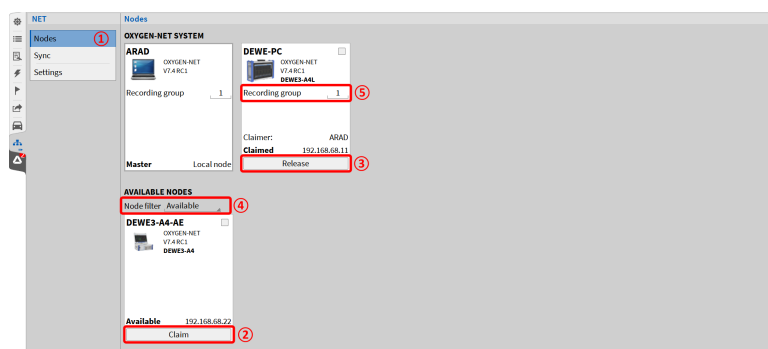

Abb. 15.9: OXYGEN-NET Menü – Knoten
Das Menü *Knoten* (siehe ① in Abb. 15.9) bietet einen Überblick über alle Messgeräte, die mit demselben Ethernet-Netzwerk verbunden sind. Der Abschnitt *Verfügbare Knoten* zeigt alle verfügbaren Geräte an, während der Abschnitt *OXYGEN-NET System* alle mit dieser Master-Unit verbundenen Slave-Units anzeigt.
Um ein OXYGEN-NET Netzwerk zu erstellen oder zu erweitern, muss die Option *OXYGEN-NET aktivieren* auf jedem beteiligten Gerät aktiviert sein. Damit ein Gerät beansprucht werden kann, muss außerdem die Option *Steuerung erlauben* aktiviert sein. Um diese Optionen zu aktivieren und zu deaktivieren, siehe *OXYGEN-NET Menü – Einstellungen*. Geräte, bei denen die Optionen OXYGEN-NET aktivieren und *Steuerung erlauben* aktiviert sind, können von einer Master-Unit beansprucht und mit dem OXYGEN-NET-System verbunden werden. Um ein Gerät zu beanspruchen, klicken Sie auf die Schaltfläche *Claim* unter dem entsprechenden Messgerät oder wählen Sie mehrere Geräte über das Kontrollkästchen aus und klicken Sie auf eine beliebige Schaltfläche *Claim* (siehe ② in Abb. 15.9). Einmal beansprucht, werden diese Geräte als Slave-Geräte betrachtet.
Beanspruchte Geräte können durch Anklicken der entsprechenden Schaltfläche *Release* (siehe ③ in Abb. 15.9) aus dem OXYGEN-NET System freigegeben werden. Nach der Freigabe kann das Messgerät wieder als eigenständiges Gerät verwendet oder an ein anderes OXYGEN-NET System angeschlossen werden.
Der Knotenfilter (siehe ④ in Abb. 15.9) ermöglicht es dem Benutzer, die verfügbaren Messgeräte nach ihrem Status zu sortieren:
Im Eingabefeld *Recording Group* (siehe ⑤ in Abb. 15.9) kann der Benutzer eine Recording Group-ID festlegen. Alle Geräte mit der gleichen ID bilden eine Recording Group, die alle Recordingbefehle (Start, Pause, Stopp) gemeinsam nutzt. Dies ermöglicht Aktionen wie das Starten eines Recordings auf einem Master-Gerät und das Stoppen auf einem anderen.